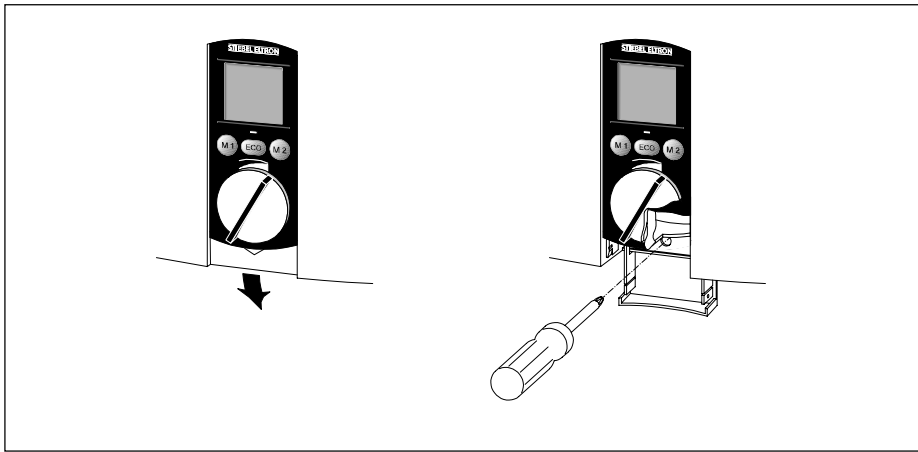

Рис. 11
- Открыть защитную крышку (рис. 11). Ослабить крепежные винты. Снять крышку корпуса.
7. Установить крышку прибора и укрепить винты (рис. 11).